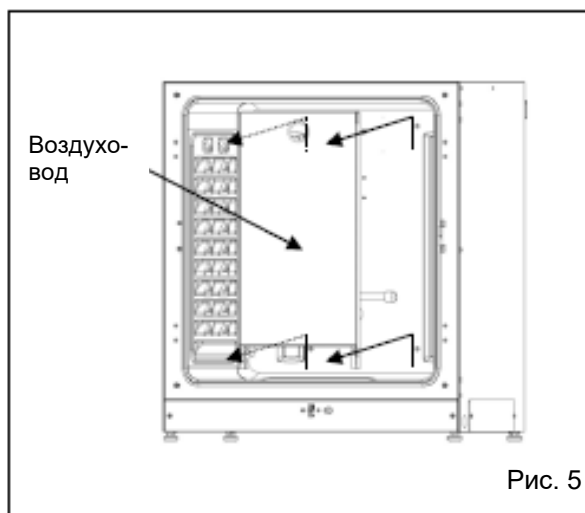

Рис. 5
6. Поднимите воздуховод и снимите его со штифтов с задней стороны. (Рис. 5).